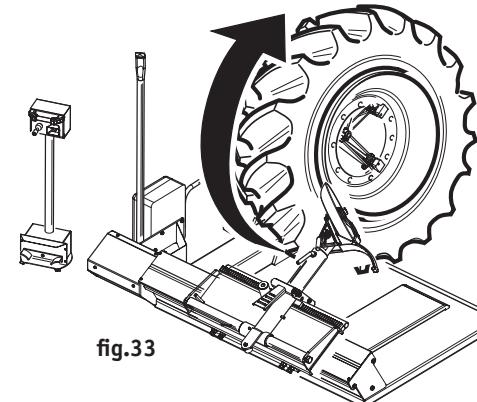

fig.33
» Bloccare la ruota sull'autocentrante e sollevarla in modo che il bordo del cerchione sfiori l'utensile "stallonatore". Utilizzando il manipolatore (2) ed il selet-tore (3) (ved. fig.22 a pag. 16) sgonfiare il pneumatico ed iniziare l'operazione di stallonatura (fig.33). Agendo sulla pedaliera (4) e selettore (3) (fig.22) fare avanzare gradualmente il rullo stallonatore facendo girare il mandrino continuamente.
» Clamp the wheel on the self-centering chuck and raise it until the rim flange touches the bead breaking tool. Using the control (2) and selector (3) (see fig. 22 on pg. 16) deflate the tyre and begin the bead breaking operation (fig. 33). Use the pedal (4) and selector (3) (fig. 22) to gradually advance the bead breaking roller turning the spindle continuously.
- » Bloquer la roue sur l'autocentreur et la soulever de façon à ce que le bord de la jante éffleure l'outil détalonneur. En se servant du manipulateur et du selecteur (2 et 3, Fig. 22, page 16), dégonfler le pneu et commencer l'opération de détalonnage (Fig.33). En agissant sur le pédalier 4 et le sélecteur 3 (Fig. 22), avancer graduellement le rouleau détalonneur en faisant constamment tourner le mandrin.
- » das Rad auf dem Selbstzentrierer blockieren und es so hochheben, daß der Rand des Felgens knapp den Wulstabdrücker berührt. Den Taster (2) und den Wähltschalter (3) bedienen (siehe Abb. 22 Seite 16), um dann die Luft aus dem Reifen zu lassen und mit dem Wulstabdrücken beginnen (Abb. 33). Durch Betätigung des Kommandopedals (4) und des Wähltschalters (3) (Abb. 22) lassen Sie die Wulstabdrückrolle stückweise nach vorne kommen, wobei die Spindel durchgängig gedreht werden muß.
- » Bloquear la rueda sobre el autocentrado y levantarla de manera que el borde de la llanta oprima ligeramente el utensilio destalonador. Utilizando el manipulador (2) y el selector (3) (véase la Fig. 22 de pág. 16) deshinchar el neumático empezando en seguida las operaciones de destalonamiento (Fig. 33). Actuando sobre los pedales (4) y sobre el selector (3) (Fig. 22), se haga adelantar mano a mano el rodillo destalonador girando el mandril de continuo.